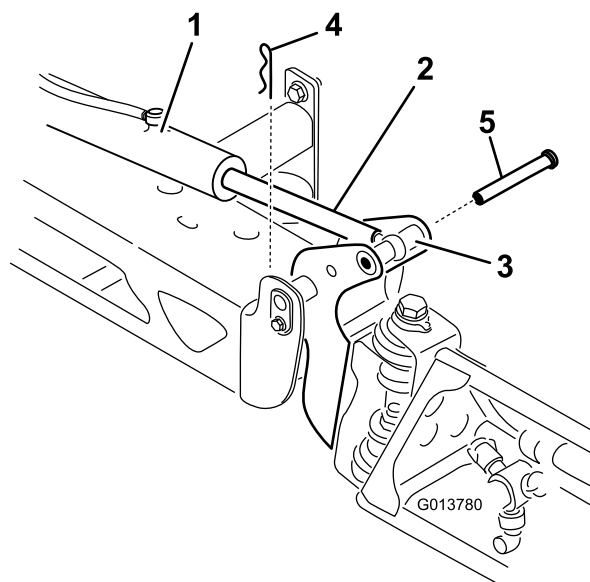

图47
2. 从枢轴销（图47）上拆下开口销。
3. 提起喷洒臂、然后拆下柱销（图47）。慢慢将喷洒臂降落到地面上。
7. 支撑住喷洒臂、将柱销插入喷洒臂枢轴和提升器杆（图47）。